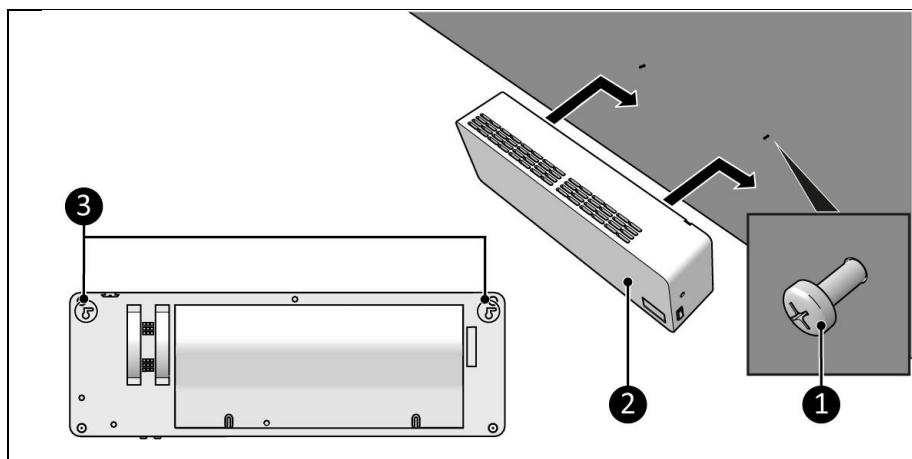

Figura 8
- Așezați dispozitivul cu găurile de montare (Figura 8, poz. 3) peste șuruburi (Figura 8, poz. 1).
- Glisăti dispozitivul (Figura 8, poz. 2) în jos și spre dreapta.